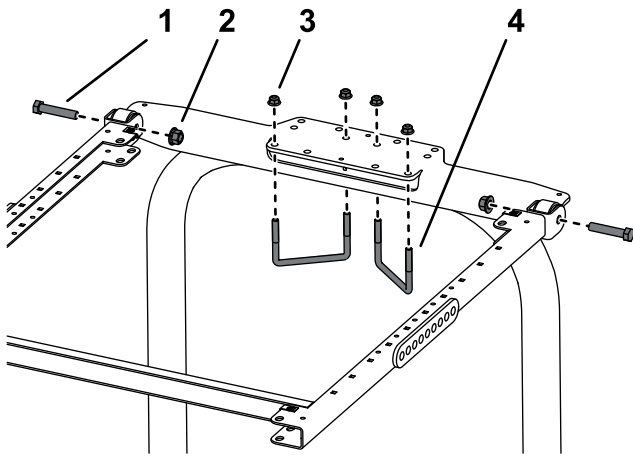

Figura 43
- Coloque el soporte de montaje del ROPS encima de la barra antivuelco del fumigador de césped (Figura 43).
2. Instale el conjunto del chasis en el soporte de montaje del ROPS (Figura 43).